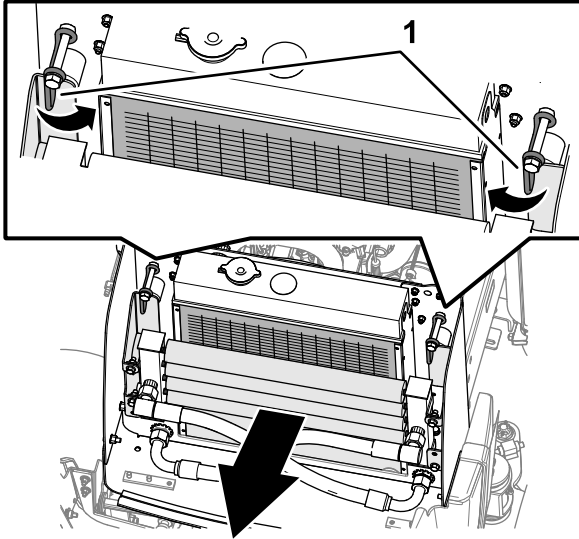
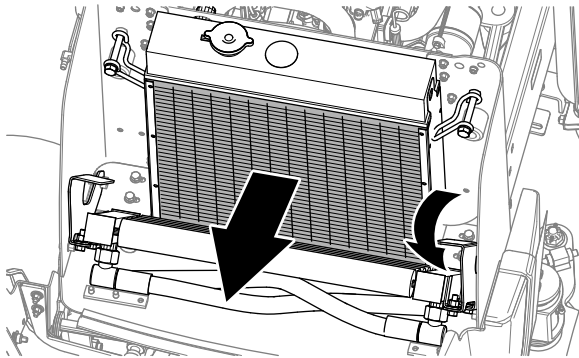

Figure 80
Figure 81
6. Nettoyez le refroidisseur d'huile à l'air comprimé basse pression (3,45 bar) (Figure 80).
7. Tournez les attaches du refroidisseur d'huile vers l'intérieur et faites pivoter le refroidisseur (Figure 80 et Figure 81).
8. Nettoyez le radiateur à l'air comprimé basse pression (3,45 bar) appliqué du côté ventilateur (Figure 81). Répétez cette procédure à l'avant du radiateur, puis recommencez du côté ventilateur. Nettoyez soigneusement les deux côtés du refroidisseur d'huile.